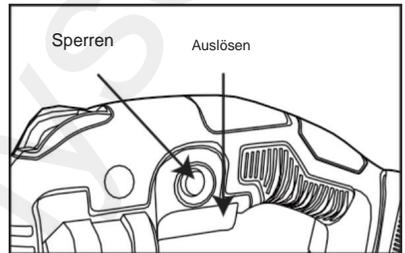

Abbildung 4
2. Drücken Sie den Auslöser, um die Stichsäge einzuschalten. Wenn du wirst dabei sein Arbeiten Sie über einen längeren Zeitraum mit der Säge, drücken Sie Verriegeln Sie es in der Position „ON“. Sehen Abbildung 4, rechts.